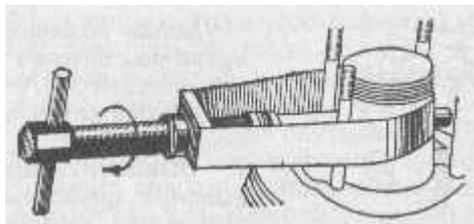

Рис. 109. Выпрессовка поршневого пальца при помощи съемника
3. Выпрессовать при помощи съемника поршневой палец из поршня (рис. 109) и снять поршень.